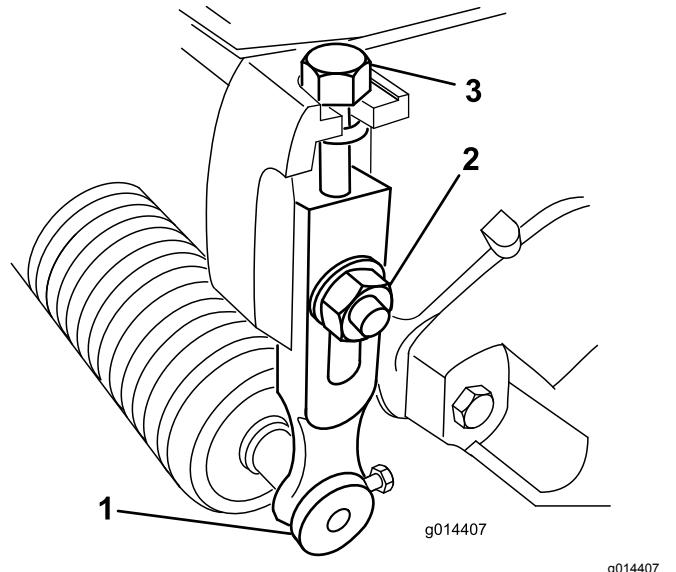

Figure 9
1. Desserrez les contre-écrous qui fixent les bras de hauteur de coupe aux plaques latérales du plateau de coupe (**Figure 9**).